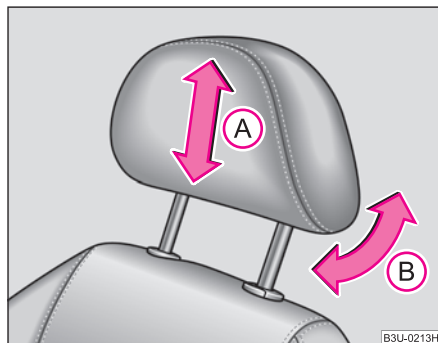

Fig. 57 Ajustar el reposacabezas
- Debe asir el reposacabezas por los lados con las dos manos y desplazarlo en el sentido de la flecha **(A)** ⇒ **fig. 57** hacia arriba o hacia abajo. Ajuste el reposacabezas de tal modo, que el borde superior del mismo se encuentre, de ser posible, a la misma altura que la parte superior de su cabeza ⇒ **página 157, fig. 137**.
Los reposacabezas de los asientos delanteros son ajustables en inclinación y altura ⇒ **fig. 57**, los reposacabezas traseros exteriores son ajustables en altura (aprox. 15 mm). El reposacabezas trasero central es fijo.